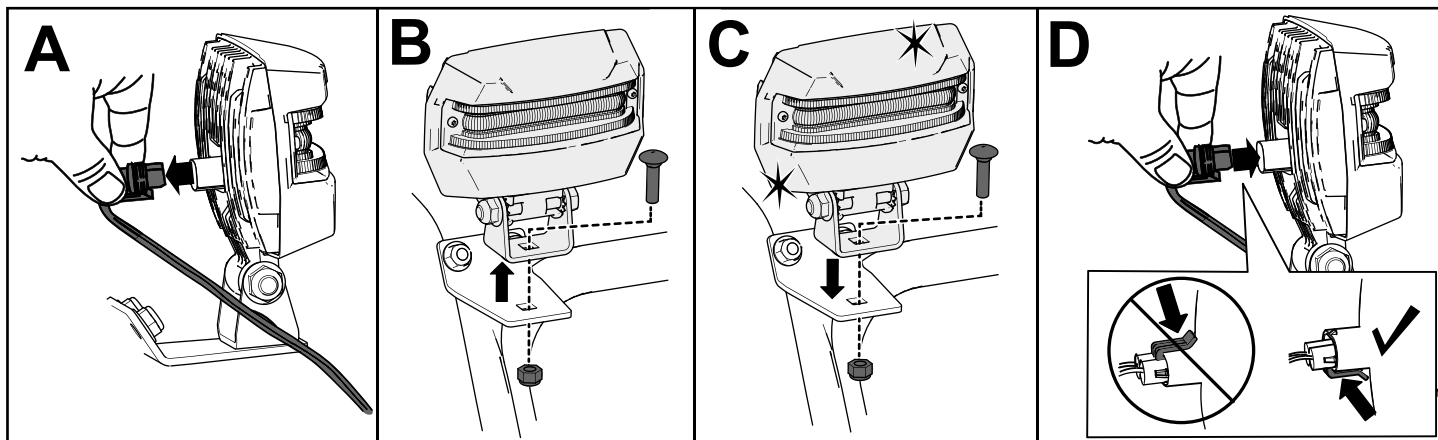

Figure 47
1. Débranchez le fil au dos du phare (A de la Figure 47).
2. Retirez le boulon et l'écrou qui fixent le phare sur son support, puis déposez le phare (B de la Figure 47).
3. Fixez le nouveau phare sur le support au moyen de l'écrou et du boulon retirés précédemment (C de la Figure 47).
4. Insérez le fil du phare directement au dos du phare en l'enfonçant bien en place (D de la Figure 47).